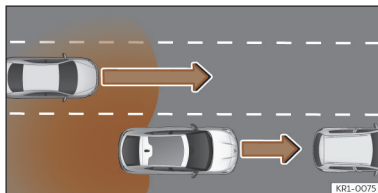

Abb. 131 Überholen mit Verkehr im hinteren Bereich.
- Bei einer Überholung durch ein anderes Fahrzeug >>> (**Abb. 131**).